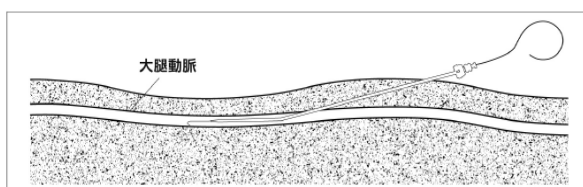
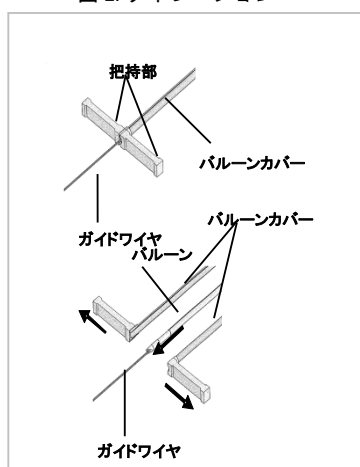

図 2. ダイレクション
図 3. バルーンカバー
(1) 出血を手指で抑えながら、バルーン用ガイドワイヤ 0.64mm (0.025inch) × 1500mm を穿刺針のカニューラに挿入する。	(7) 出血を手指で抑えながら、シース用ガイドワイヤ 0.88mm (0.035inch) × 800mm を穿刺針のカニューラに挿入する。
(2) ガイドワイヤが胸部大動脈内まで入ったところで、カニューラを抜去する。	(8) ガイドワイヤが血管内に十分な長さまで入ったところで、カニューラを抜去する。
(3) ガイドワイヤ末端より拡張用ダイレータを挿入し、体表から血管までの組織をダイレーションする。（図 2 参照）	(9) ガイドワイヤ末端よりシース用ダイレータがセットされたシースを挿入し、体表に 2cm 程度残るまで血管内に進める。
(4) ガイドワイヤを残したまま、拡張用ダイレータを抜去する。手指で皮膚を圧迫し、出血を抑える。	(10) シースのみを残し、ガイドワイヤとシース用ダイレータを抜去する。
(5) クランプ等を用いて切開部の皮膚を拡張する。	(11) バルーン用ガイドワイヤ 0.64mm (0.025inch) × 1500mm をシースに通す。
(6) IAB カテーテルのセントラルルーメン先端にガイドワイヤを挿入し、体内に挿入する。(図 3 参照)	(12) ガイドワイヤを胸部大動脈内まで進める。IAB カテーテルのセントラルルーメン先端にガイドワイヤを挿入する。
(7) IAB カテーテル体内挿入直前に、バルーンカバーの先端把持部を持ってゆっくりと裂く。(図 3 参照)	(13) IAB カテーテル体内挿入直前に、バルーンカバーの先端把持部を持ってゆっくりと裂き IAB カテーテルをシースに挿入する。(図 3 参照)
(8) IAB カテーテルの挿入部に近いところをやさしくつかみながら、ガイドワイヤに沿って IAB カテーテルを進める。IAB カテーテルのキンクを防止するため、IAB カテーテルの挿入が完了するまで挿入部から 2～3cm 以内のところをつかみ短いストロークで挿入する。	(14) バルーン部がシースを通過したら、分岐部のルアーロックからガイドワイヤが出てくるまで、ガイドワイヤに沿って、IAB カテーテルを進める。IAB カテーテルのキンクを防止するため、IAB カテーテル挿入が完了するまで挿入部から 2～3cm 以内のところをつかみ短いストロークで挿入する。